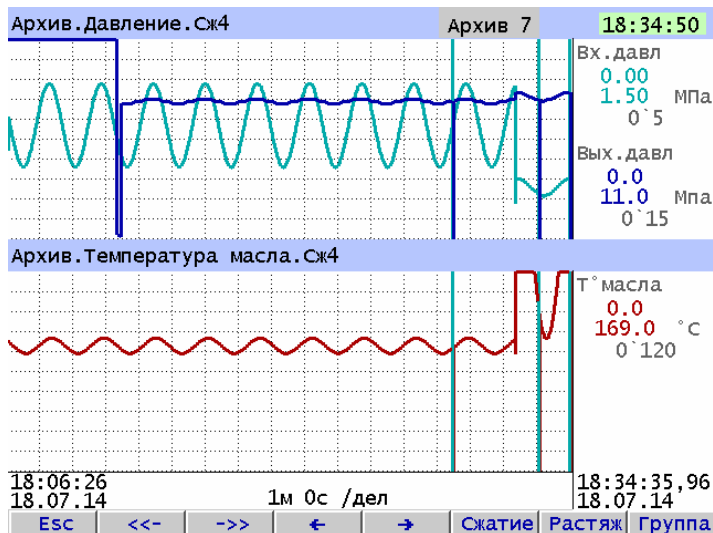

Рисунок 6.8 – Пример отображения архива измерений.
- окно управления регуляторами (рисунок 6.8).